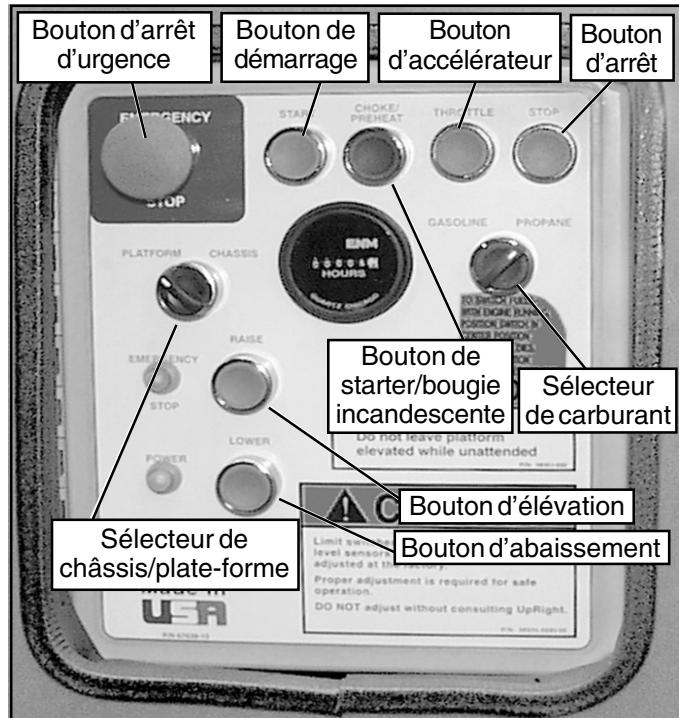

Figure 1 : Côté gauche du châssis
9. Tirer les boutons d'arrêt d'urgence de la plate-forme (position sortie) pour activer ces deux fonctions (figures 1 et 2).
10. Vérifier que le sélecteur plate-forme/châssis est sur la position plate-forme (**PLATFORM**) (figure 1).
8. Enfoncer le bouton d'accélérateur (**THROTTLE**). Appuyer sur le bouton d'élévation du châssis pour éléver la plate-forme tout en poussant le détecteur d'inclinaison (figure 1) hors de la position de mise de niveau. La plate-forme ne devrait s'élever que partiellement et l'alarme d'inclinaison devrait retentir. Si la plate-forme continue à s'élever et/ou qu'aucune alarme ne résonne, **ARRÊTER** et mettre la machine hors service jusqu'à ce qu'elle ait été réparée.
1. Moteur tournant, mettre le sélecteur de carburant (figure 1) en position centrale.